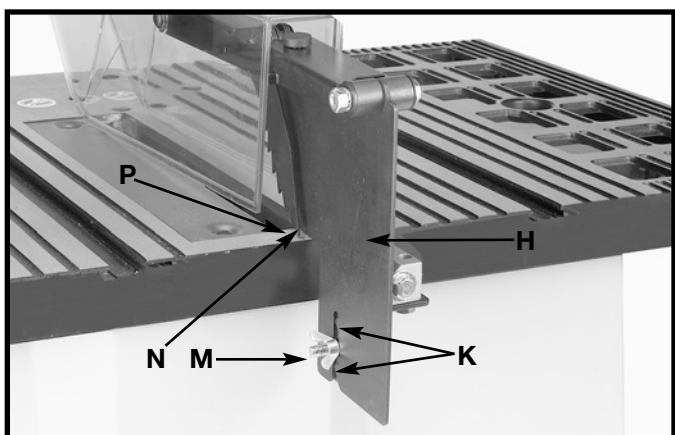

Fig. 15
AVISO: Antes de apretar la tuerca de mariposa (M), asegúrese de que haya una abertura de por lo menos 1/8 pulg. entre el borde inferior del hendidor (N) y la superficie superior de la mesa (P), y que las protuberancias (K) Fig. 15 estén dentro de la ranura del ensamble del hendidor (H).